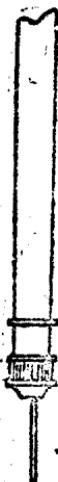

图 21
就成了点綫笔（如图21）。它点出的点子很圆，并且点
4. 点綫笔：在制图仪器的盒子里，有的虽然也有点綫笔，但画起弯曲的点綫来多不大好用。一般都用繪图笔尖来点，但笔尖点出来的点不容易匀均、圆滑。所以許多制图人員常自己制作点綫笔来用。比較簡便的是用注射器接上玻璃管或者橡皮管装墨，就成了点綫笔（如图21）。它点出的点子很圆，并且点